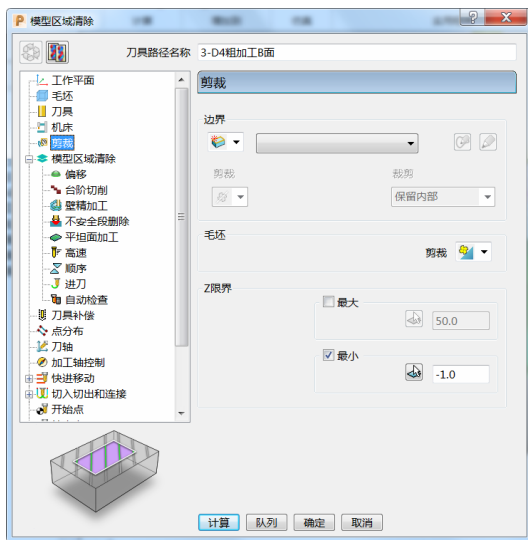

图 3-33
- 4) 剪裁: 设定 Z 限界最小值为“-1.0”。(图 3-33)